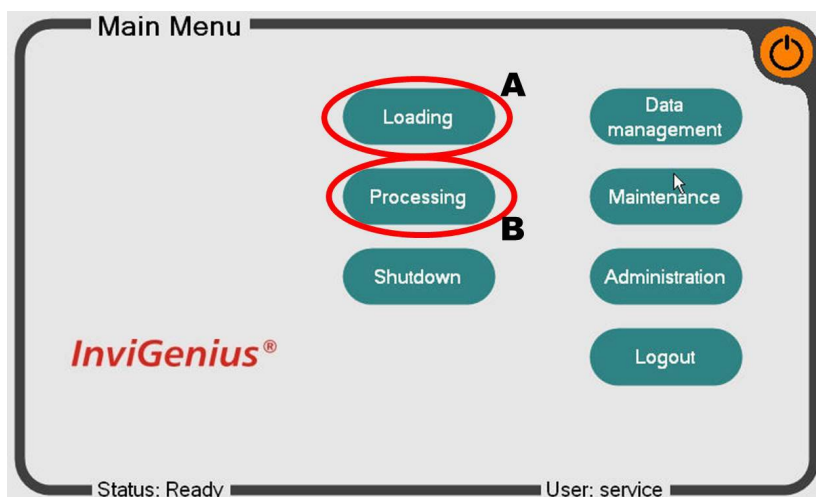

Figura 2: Menu principale del software InviGenius®
Dopo aver effettuato il login, appare la schermata principale del software InviGenius® (Figura 2). Selezionare "Loading" (caricamento) (A) per procedere al caricamento del sistema o selezionare "Processing" (elaborazione) (B) per definire ed eseguire un test se il sistema è già stato caricato.